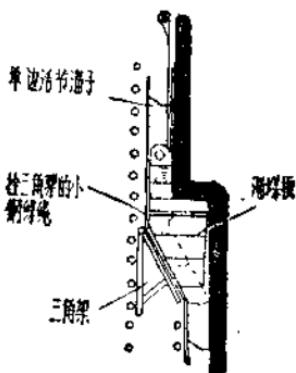

图 21
(3) 康拜因去掉装煤机代以斜三角溜煤漏斗，其情况如图21。
(4) 单边溜子的挪动，不需要人力，可用一个三角架，借康拜因或截煤机拉着前进，把单边溜子挤靠煤壁，但需注意单溜子在移动中，经常向上漂，为解决这个问题，一方面不让碎煤进到溜子底，一方面把溜子分段拉住，免致三角架挤溜子时受力很大，把单边溜子撞起。
(5) 司机操作时，为了安全，在牵引部之前即司机之背后做一铁的保护板，挡住上面滚下的东西。